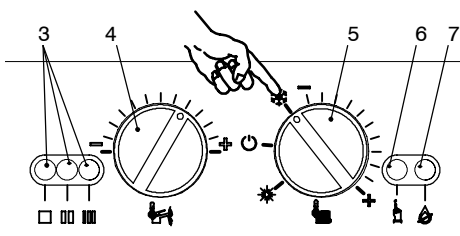
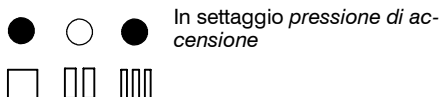
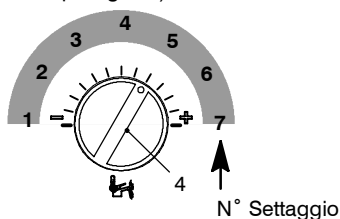

fig. 7.6
fig. 7.7
fig. 7.8
- Posizionare il selettore 5 come indicato in fig. 7.6; la lampada di segnalazione 3 lampeggia ad intermittenza circa ogni 2 secondi.
- Tenere premuto il pulsante di ripristino 6 in fig. 7.6 per circa 10 secondi, la lampada di blocco 7 in fig. 7.6 inizierà a lampeggiare.
- Per settare la *pressione di accensione del bruciatore* le spie di segnalazione 3 in fig. 7.6 devono essere visualizzate come in fig. 7.7 (leggenda spie fig. 7.4)
- Se non si visualizza questa sequenza premere il pulsante di ripristino 6 in fig. 7.6 tante volte fino alla visualizzazione (4 volte).
- Per visualizzare il settaggio impostato tenere premuto il pulsante di ripristino 6 in fig. 7.6 per circa 5 secondi. Le spie di segnalazione 3 in fig. 7.6 lampeggeranno un numero di volte pari al settaggio (fig. 7.8).
- Per cambiare il settaggio ruotare la manopola regolazione temperatura sanitari 4 in fig. 7.6 e posizionarla nella **posizione** prescelta fig. 7.8 vedi anche tab. 7.5 (nella figura es. manopola settata per **posizione 5**), la lampada di segnalazione blocco 7 in fig. 7.6 lampeggia velocemente.
- Per memorizzare il settaggio premere il pulsante di ripristino 6 in fig. 7.6 per circa 5 secondi, le spie di segnalazione 3 in fig. 7.6 lampeggiano tutte quante simultaneamente come in fig. 7.7 (leggenda spie fig. 7.4)